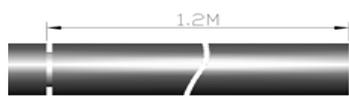
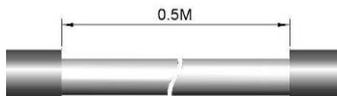

Рис. 1
Рис. 2
4.2.1 Снять внешнюю оболочку с оптического кабеля: 1,2 метра для отрезанного кабеля (рис. 1), и 0,5 метра (рис. 2) или 1,5 метра (рис. 3) для неразрезанного кабеля.